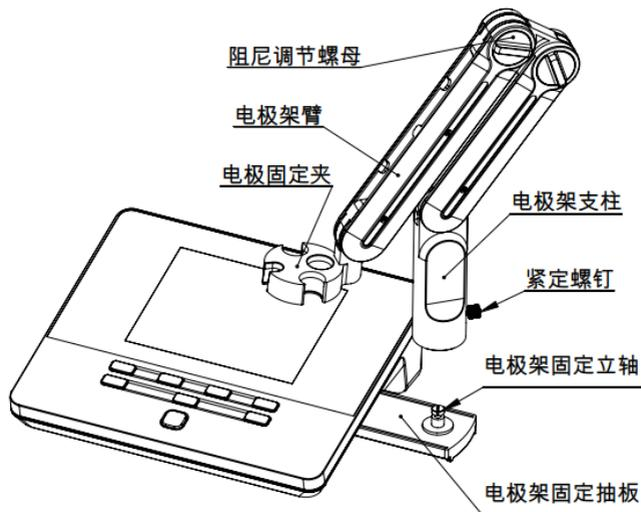

图 4-4 多功能电极支架安装示意图
- 2) 将多功能电极架支柱（如图 4-4）插入多功能电极架固定抽板的立轴上；